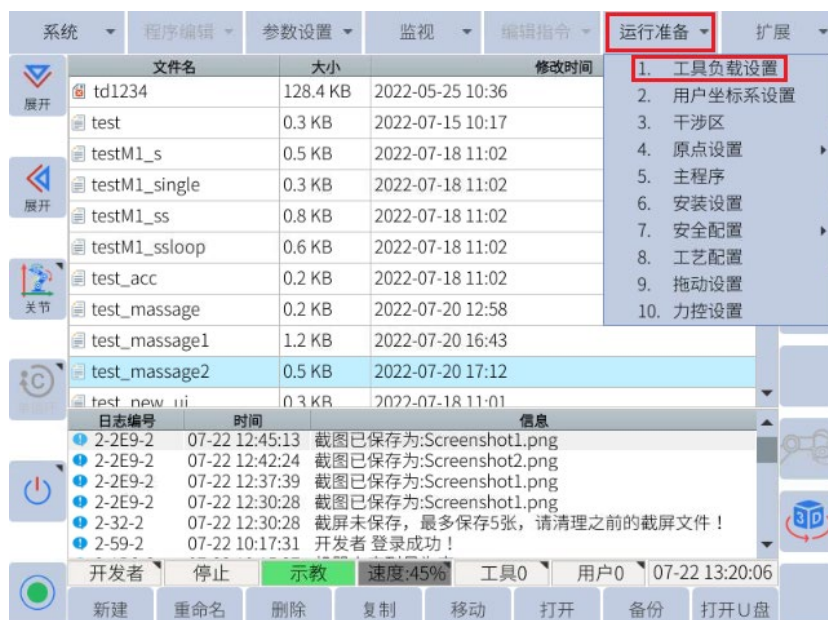

图 6-30：顶部菜单栏“运行准备->工具负载设置”
- 点击顶部菜单栏中的运行准备->工具负载设置，进入工具号界面，如图6-30所示：